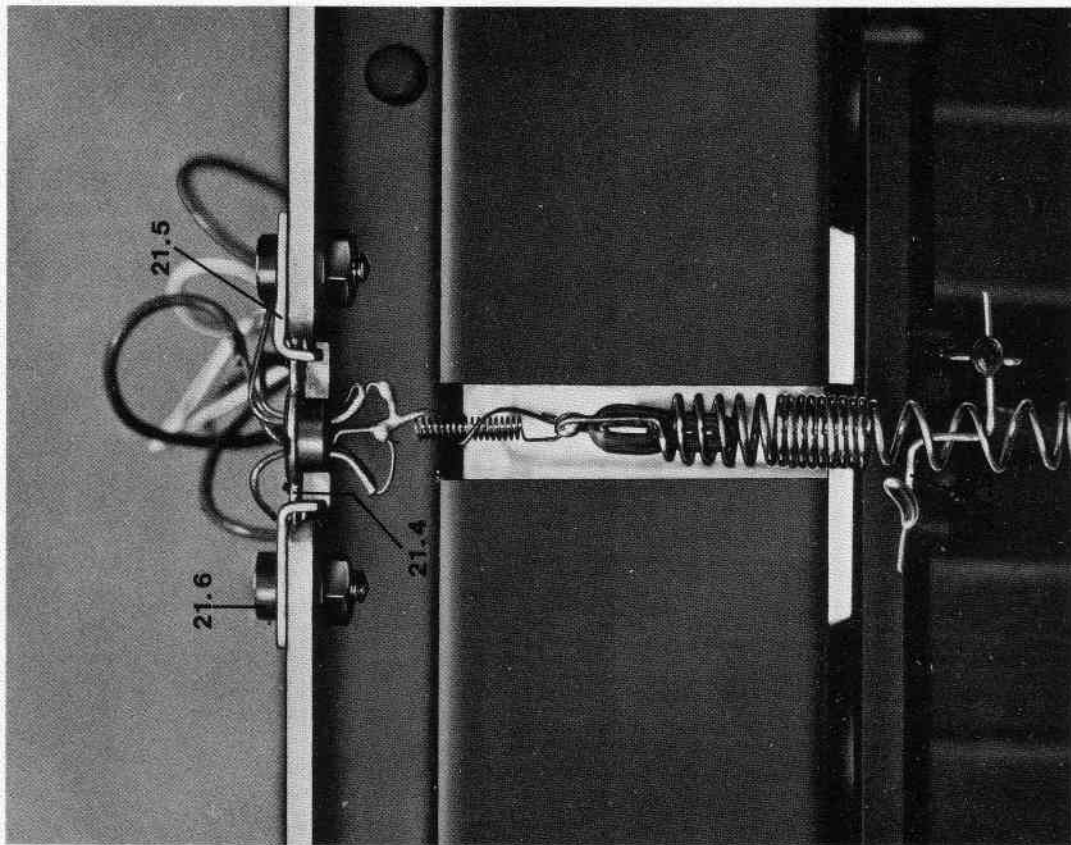

Abb. 7
- 8.1.4 daß die Federn bzw. die Rähmchen nicht an den Magneten im Luftspalt anliegen (siehe Abb. 7).
- 8.1.5 daß die Federn nicht an den Hubbegrenzungen (21.8) anliegt (siehe Abb. 7).
- 8.1.6 daß die Rähmchenanschlußdrähte nicht die Federn berühren (siehe Abb. 7).
- 8.1.7 Die Rähmchen sollen im Luftspalt unter einem Winkel von  $45^\circ \pm 5^\circ$  stehen (siehe Abb. 7) und den erforderlichen Widerstand aufweisen. Der Widerstand wird zwischen den Steckerstiften an den Steckern der Halleinheit gemessen. Die Widerstände sollen zwischen den Steckerstiften
- 8.1.4 the springs or coils should not touch the magnet in the air gap (see fig. 7).
- 8.1.5 the springs should not touch the movement limiters (21.8, see fig. 7).
- 8.1.6 the thin wires from the coil connections should not touch the springs (see fig. 7).
- 8.1.7 the small coils should be positioned in the air gap of the magnet in an angle of  $45^\circ \pm 5^\circ$  (see fig. 7) and should have the necessary resistance. The resistance is measured between the pins of the reverb unit connector and should have a value of: